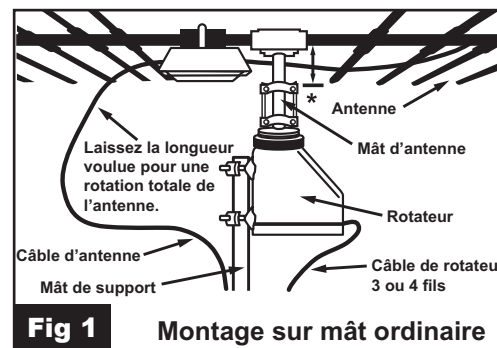

Fig 1 Montage sur mât ordinaire
- Installez le rotateur. Sur les appareils neufs, la flèche sur le support du mât doit être alignée sur la butée de mât en forme de flèche sur le boîtier. Installez le rotateur avec les flèches dirigées vers le sud. Sur une petite longueur de mât, de 1 m (3 pi) maximum, installez l'antenne sur le rotateur en dirigeant l'antenne vers le sud. Lorsque les canaux désirés sont proches de ou sur le côté opposé aux butées côté nord, l'antenne peut être installée dirigée vers le nord. À noter cependant que l'antenne sera dirigée dans la direction opposée à celle indiquée sur le contrôleur. Une autre façon de régler l'ensemble est d'effectuer une synchronisation du rotateur en utilisant le contrôleur. Vous pouvez ensuite diriger l'antenne vers le nord. En faisant les réglages de l'antenne, assurez-vous que le courant vers le contrôleur est débranché. Voir fig. 1 et 2.